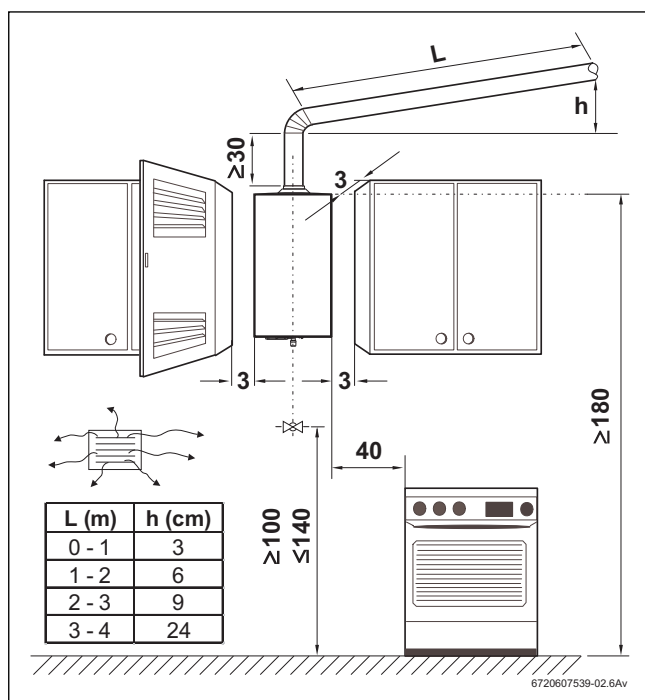

Fig. 6 Distâncias mínima (em cm)
- ▶ Assegurar o bom acesso nos trabalhos de manutenção, respeitando as distâncias mínimas indicadas na Fig. 6 .